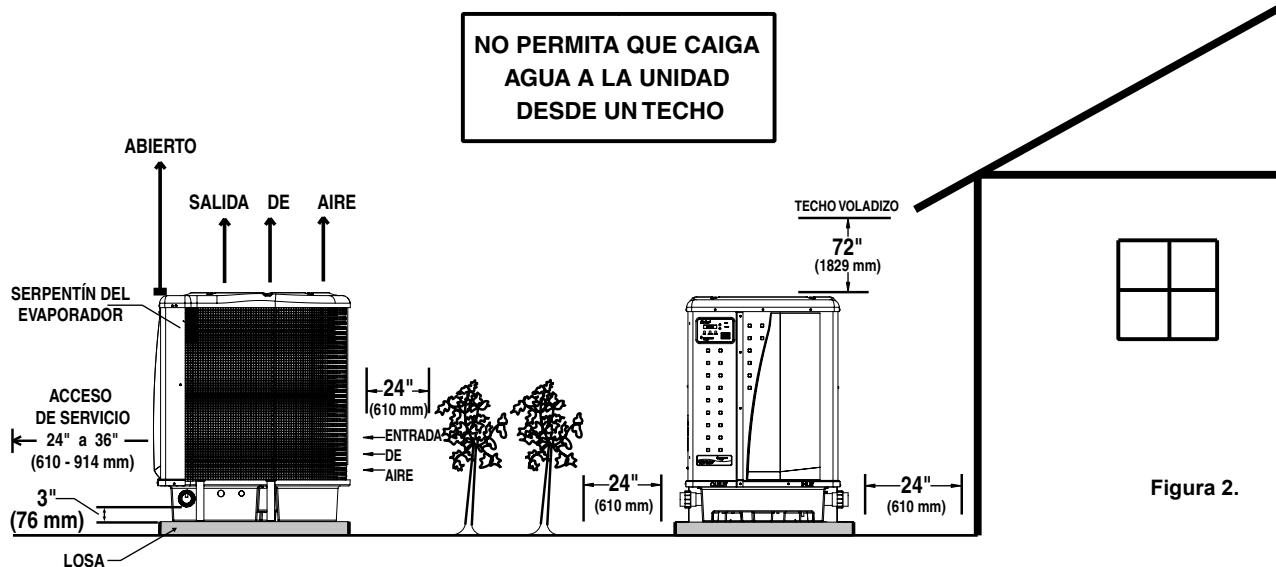

Figura 2.
1. Debe tener un acceso de 24 pulgadas (61 cm) tanto en el frente como a todos los lados de la bomba de calor para facilitar el servicio y un flujo de aire adecuado; vea la **Figura 2**.
Asegúrese de no ubicar la bomba de calor donde puedan caerle grandes cantidades de agua desde un techo. Los techos inclinados sin canaletas dejan caer importantes cantidades de agua de lluvia mezclada con desechos que ingresan en la unidad; vea la **Figura 2**. En este caso, puede ser necesario instalar una canaleta o un tubo de bajada de aguas para proteger la bomba de calor.